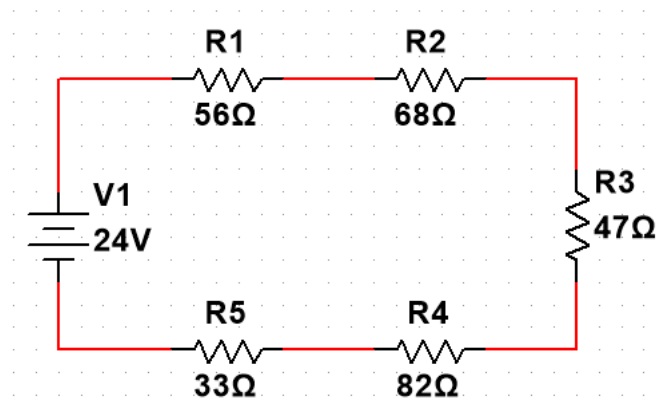

Figura 1. Circuito serie
- Calcule la corriente en el circuito de la figura 1.
- Calcule la caída de tensión en cada una de las resistencias de la figura 1.
- Use TinkerCAD y Multisim para simular el circuito de la figura 1.
- Use el protoboard para realizar el montaje del circuito de la figura 1.